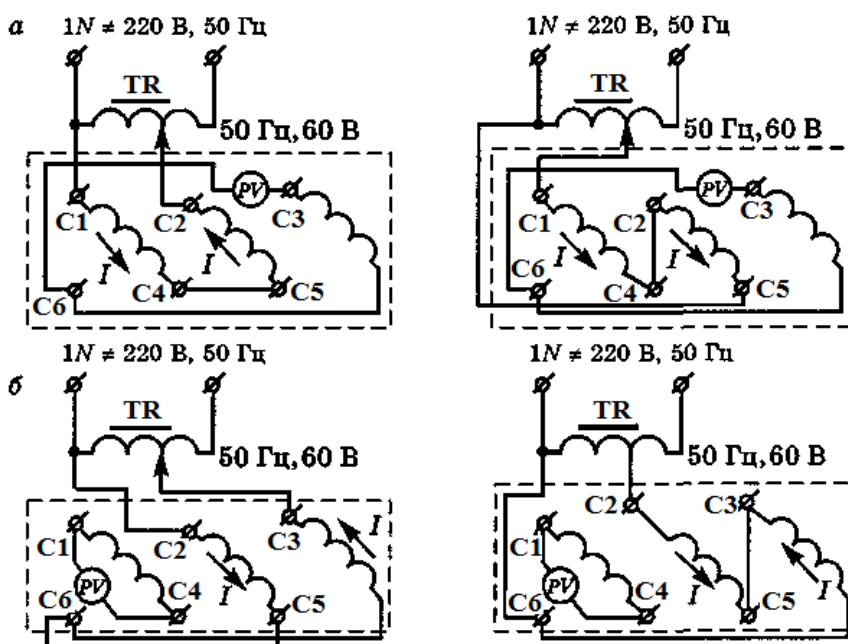

Рис. 1. Схема соединения выводов обмоток электродвигателя с целью их маркировки: а — определение выводов 1-й и 2-й обмоток; б — определение выводов 3-й обмотки
1. Определение принадлежности выводов обмотки к отдельным фазам производится с использованием омметра или мегаомметра. Один конец прибора подсоединяют к любому из 6-и выводов обмоток, а другим концом подключенным к прибору поочерёдно касаются всех проводников отыскивая пару по показаниям прибора, после чего эти концы маркируют (рис. 1) Таким же образом определяют начала и концы двух других пар.